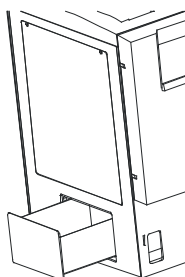

Рис. 7-5
- Вставьте коробку на место (рис. 7-5).